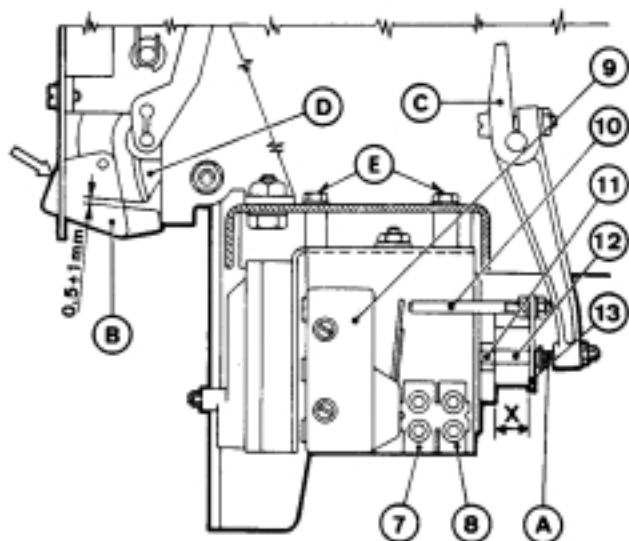

Fig. 25
## 10. APPLICAZIONE DELLO SGANCIATORE A MINIMA TENSIONE (fig. 25)
- per sganciatori nell'esecuzione per c.c. (fig. 25) regolare la posizione dell'astina (10) in modo tale che, inserito fra il dado (11) del perno di guida (12) e la piastrina (13) (quota x) uno spessore di 6,5 mm, premendo verso sinistra la piastrina (13), avvenga la commutazione e viceversa non avvenga con uno spessore di 7 mm.
- per sganciatori nell'esecuzione per c.a. (fig. 25 bis) regolare il gruppo del microinterruttore (14) mediante le due viti (15) in modo che inserendo fra nucleo e ancora mobile (quota x) due spessori di 1 mm, avvenga la commutazione e non avvenga con spessori di 1,5 mm.
## 10. FITTING OF UNDERVOLTAGE RELEASE (fig. 25)
Set the release as per fig. 25 by means of screws (E) (see also fig. 2). With the release in de-energized condition and closing pushbutton (B) depressed all the way adjust screw (A) so as to obtain, between lever (D) and the closing pushbutton snug, a 0.5 to 1 mm clearance.
- d. c. releases (fig. 25) adjust the position of the rod (10) in such a way that with a 6.5 mm distance washer fitted between the nut (11) of pin (12) and the plate (13) (dimension x), if the plate is pushed leftwards, the microswitch operates: with a 7 mm distance washer it must not.
Fig. 25 bis